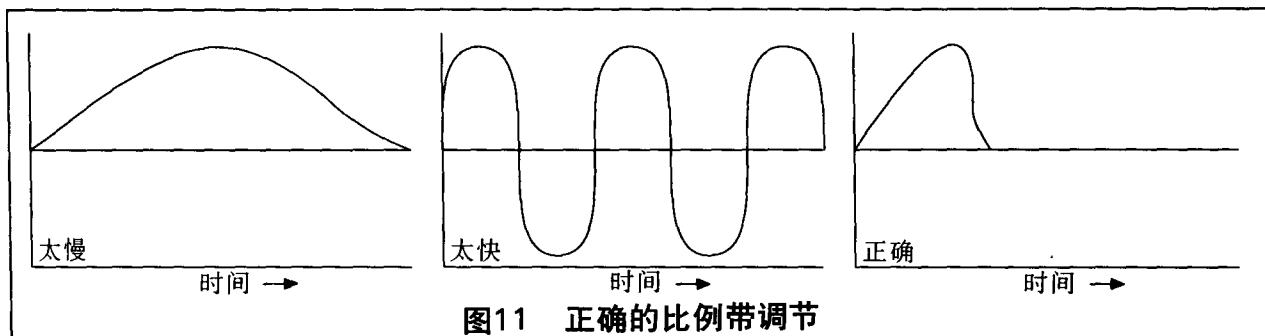

图11 正确的比例带调节
常以百分比形式(即: 1/1000 %)。选择特定的比例带值, 将导致一个特定的(到泵的)输出变化对应一个(来自传感设备的)输入信号的改变(见图11)。
5. 此时PID控制器就可以根据与设定点的偏差值调节泵的输出。如需要, 可调节比例带等, 以便得到合适的反应。关于正确的比例带调节请参见图11。